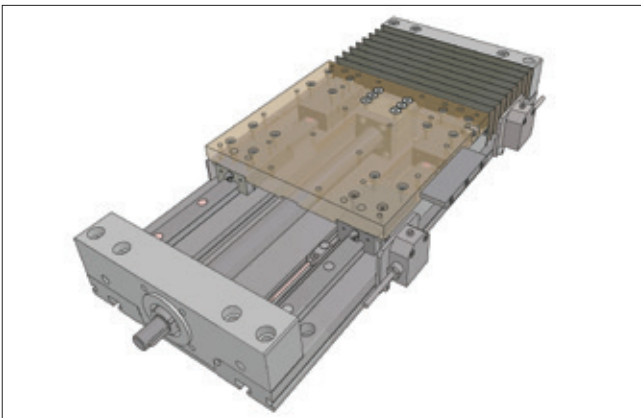

Bild 5.9 ____ AXLT mit Endschaltern
- Optional innenliegende induktive Endschalter (Bild 5.9)